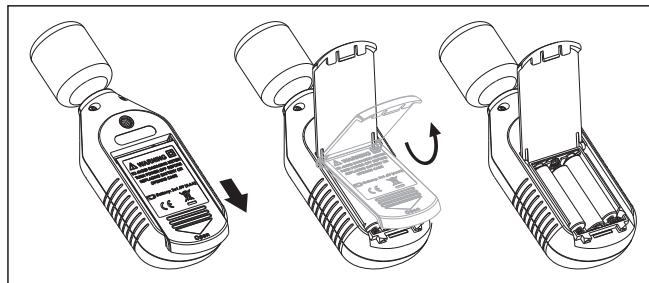

图3
- a. 本仪器的电源为3节1.5V AAA(7号)电池, 请参考图3试用下列顺序安装或更换电池。